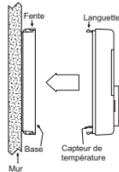

Figure 3
**Note :** Assurez-vous que le capteur de température du thermostat soit en position verticale et qu'il n'ait pas été endommagé pendant l'installation - Voir Figure 3.